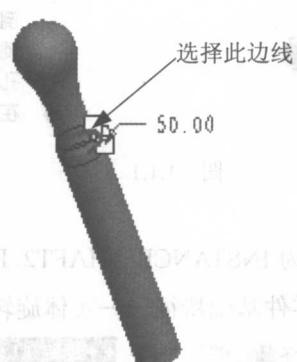

图 1.1.4
(6) 预览特征：在操控板中，单击预览图标 ，可浏览所创建的旋转特征。
(7) 完成特征：在操控板中，单击完成图标 ，则完成特征的创建。
Step3. 创建如图 1.1.4 所示的圆角。
(1) 选取特征的命令：选择 **插入①** **倒圆角②...** 命令。
- (2) 在模型上选择图 1.1.4 所示的边线。
- (3) 给出圆角的半径值：在操控板中的圆角半径文本框中键入 50，并按回车键。
- (4) 预览特征：在操控板中，单击预览图标 ，可浏览所创建的圆角特征。
- (5) 完成特征：在操控板中，单击完成图标 ，则完成特征的创建。